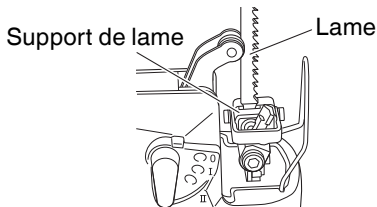

Fig. 3
- S'assurer que les saillies de la lame rentrent à fond dans le support de lame. (Fig. 3)